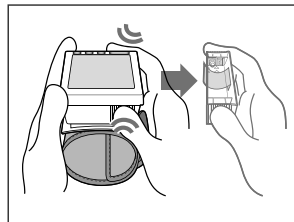

Fig.2
1. Deschideți capacul compartimentului pentru baterii (fig.2).